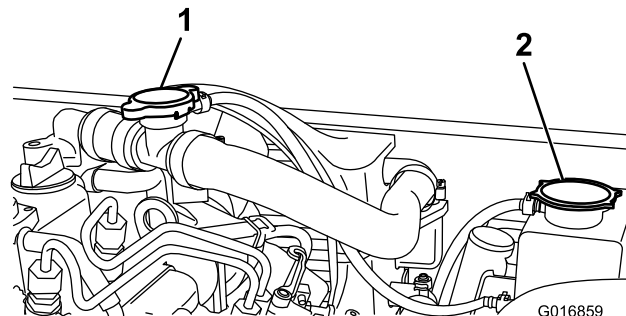

図 37
2. 補給口のキャップ（図 37）を外して冷却液を入れる。
3. 補給口のキャップを元通りにはめ、補助タンクのキャップを開ける (図 37)。
2. ラジエターの補助タンクのキャップを取る (図 37)。